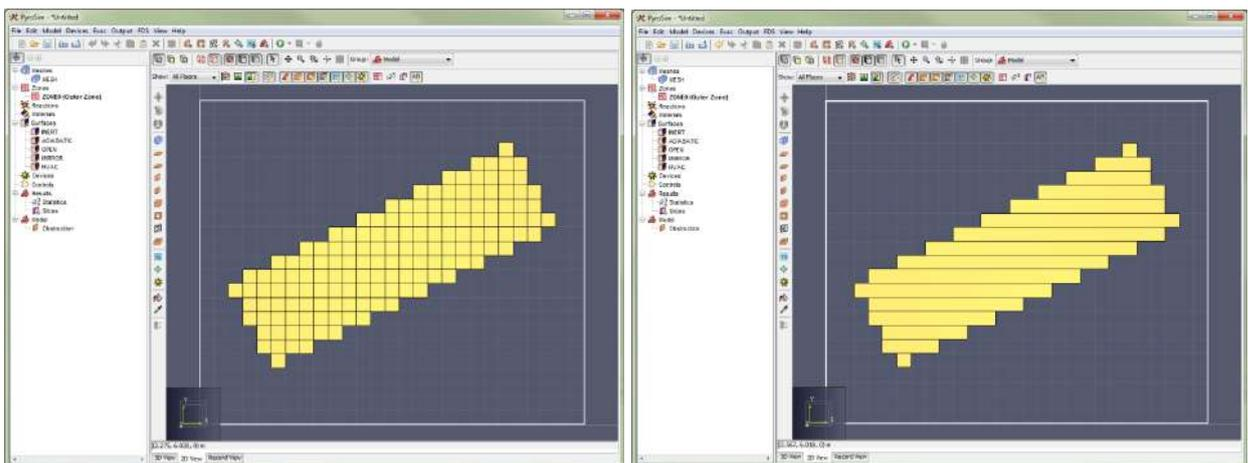

Рисунок 19.6. Объединение преобразованных блоков
- **Размер блоков.** Задаёт возможные размеры результирующих блоков. См. рисунок 19.6.